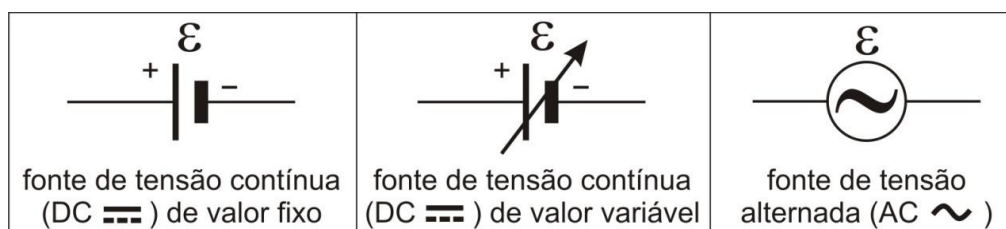

Figura 1: Símbolos para diferentes fontes
Em uma representação de um circuito elétrico são utilizados símbolos. A figura 1 mostra os símbolos utilizados para representar de três tipos de fontes de tensão em um circuito: fonte de tensão contínua fixa, em que o valor da tensão de saída possui um único valor, como as pilhas de 1,5 V ou as baterias de 9 V ou 12 V; fonte de tensão contínua variável, em que a tensão de saída da fonte pode variar entre 0 e um valor máximo, fonte de tensão alternada, cujo valor da tensão varia continuamente e ciclicamente entre um valor máximo positivo e um valor máximo negativo.
Note, na figura 1, que a fonte de tensão é geralmente designada pela letra grega ϵ (lê-se épsilon) e que o risco maior representa o polo positivo da fonte e o risco menor representa o polo negativo da fonte quando se trata de fontes de tensão contínua (DC), como a fonte variável descrita acima, as pilhas e baterias.